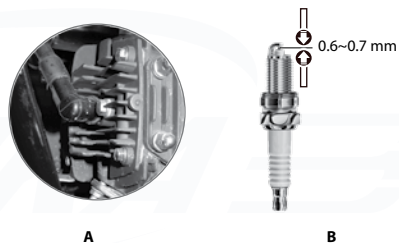

Imagen 17. Bujía.
1. Localizar el cable de la bujía en el lado derecho de la italika **AT110_{RT}**. Ver imagen 17-A.
6. Verificar la calibración de los electrodos de la bujía la cual debe ser de 0.6 a 0.7 mm. Ver imagen 17-B.